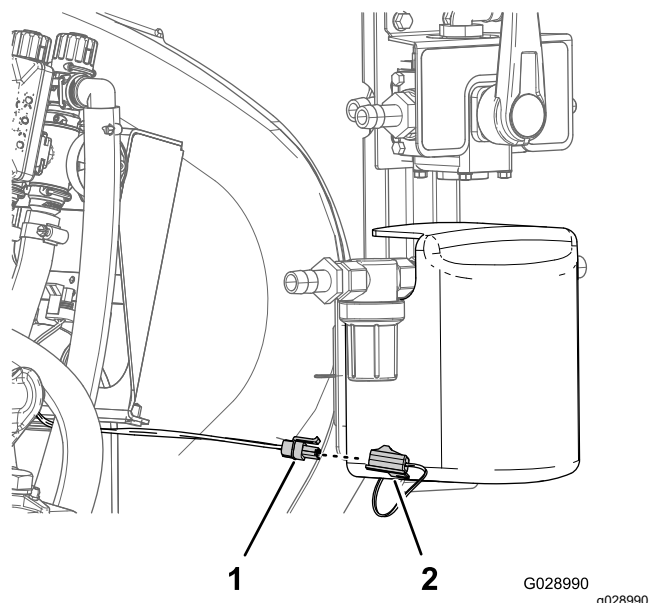

Figura 30
- Allineate il connettore elettrico a 2 prese del cablaggio preassemblato della macchina al connettore elettrico a 2 pin della pompa di lavaggio (**Figura 30**).
- Spingete i 2 connettori insieme fino a quando il fermo del connettore a 2 prese non scatta in posizione (**Figura 30**).